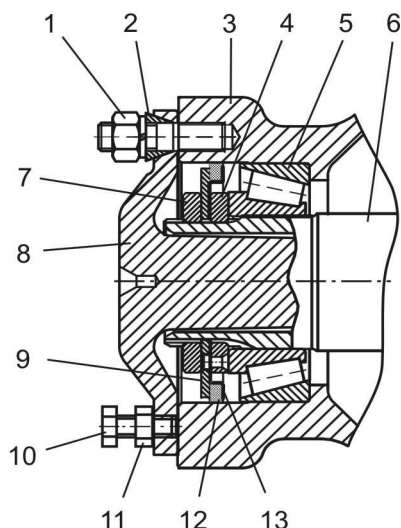

Рис. 3-12 Крепление ступицы заднего колеса (ПАЗ-4234)
2. Отвернуть гайки 1 (рис. 3-12) крепления полуоси, снять конические разжимные втулки 2, ослабить контргайку 11, ввернуть болт 10 и вынуть полуось.